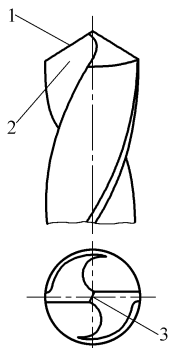

图 4-5
13. 下表中哪一组与图 4-5 所示的麻花钻对应编号名称是吻合的?